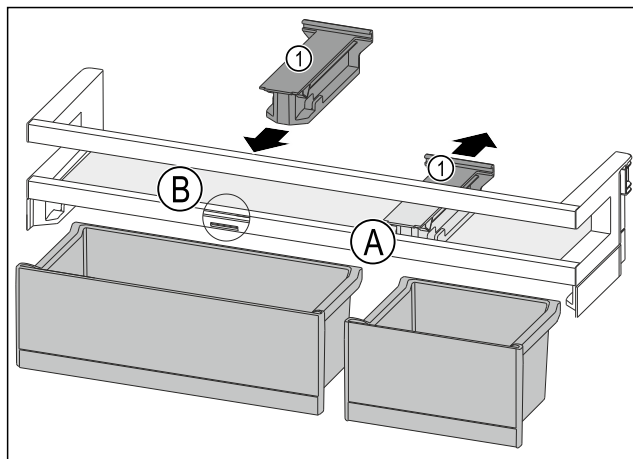

Fig. 122
- ▶ Tirare l'elemento di tenuta Fig. 122 (1) all'indietro per portarlo in posizione Fig. 122 (A).
- ▶ Inserire l'elemento di tenuta Fig. 122 (1) in posizione Fig. 122 (B).